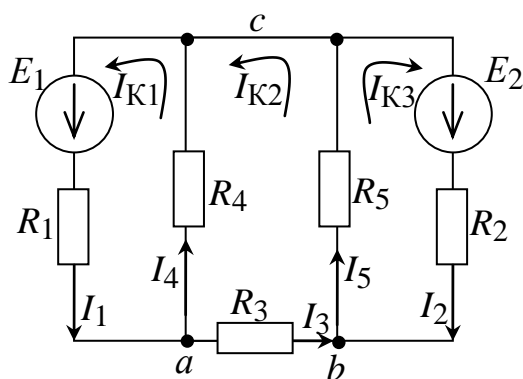

Рис. 1.19
**Задача 4.** Определить токи и составить баланс мощностей для схемы на рис. 1.19, рассчитать ток в ветви  $ab$  методом эквивалентного генератора и напряжение между точками  $a$  и  $b$  для исходной схемы. Дано:  $E_1 = 42 \text{ В}$ ,  $E_2 = 24 \text{ В}$ ,  $R_1 = R_2 = 2 \text{ Ом}$ ,  $R_3 = R_4 = 4 \text{ Ом}$ ,  $R_5 = 6 \text{ Ом}$ .
Схема содержит шесть ветвей ( $m = 5$ ) и четыре узла ( $n = 3$ ). Число уравнений составляемых по методу контурных токов, равно  $m - (n - 1) = 3$ . Зададим произвольное направление контурных токов  $I_{K1}$ ,  $I_{K2}$ ,  $I_{K3}$ , как показано на рис. 1.19. Составим систему уравнений методом контурных токов